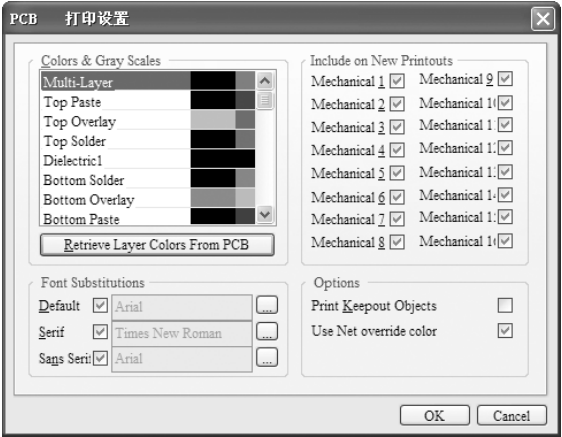

图 10-25 “PCB 打印设置”对话框
3) 设置好“打印输出属性”对话框和“板层属性”对话框后，单击“OK”（确定）按钮，返回“PCB Printout Properties”（PCB 打印输出属性）对话框。单击“Preferences”（参数）按钮，系统将弹出如图 10-25 所示的“PCB 打印设置”对话框。在该对话框中用户可